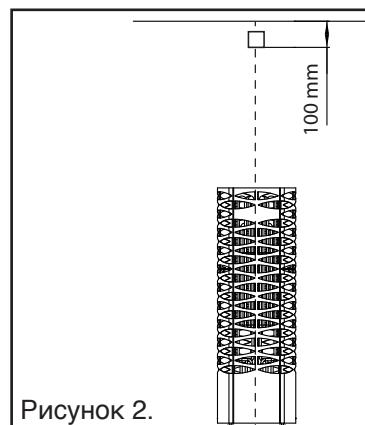

Рисунок 2.
- Установите датчик температуры над каменкой, на стене, на расстоянии 100 мм от потолка (см. рисунок 2)